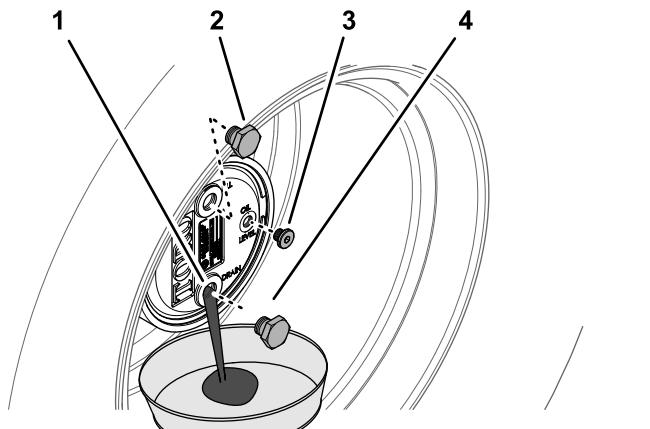

Рисунок 92
- Снимите пробку заливного отверстия, расположенную в положении «12 часов», и пробку контрольного отверстия, расположенную в положении «3 часа» (Рисунок 92).
- Подставьте сливной поддон под ступицу планетарной передачи, снимите пробку сливного отверстия, расположенную в положении «6 часов», и дайте маслу полностью стечь (Рисунок 92).
- Установите пробку сливного отверстия в сливное отверстие корпуса планетарного редуктора (Рисунок 92).